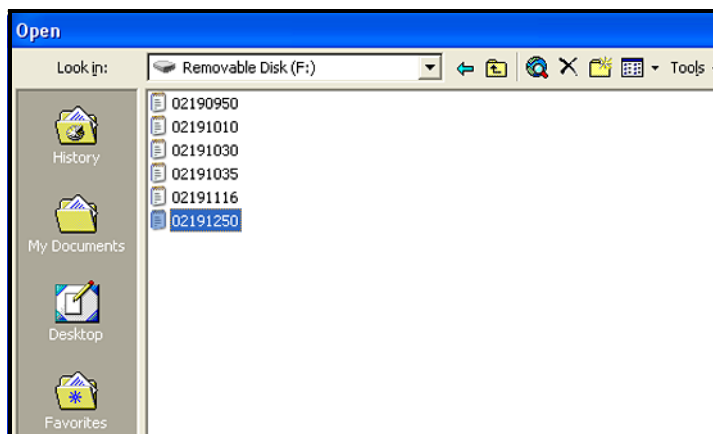

Figure 58: Selecteer het logbestand om te openen
5. Klik op de naam van het gewenste logbestand (zie *Figure 58* hieronder).